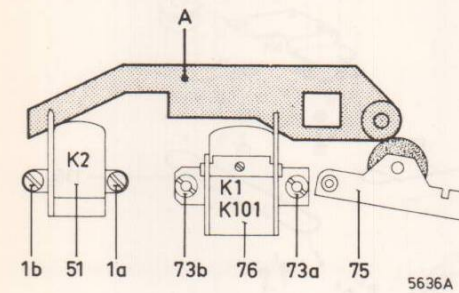

Fig. 3
**I. INSTELLING VAN DE OPNEEM/WEERGEEFKOP K1/K101 EN WISKOP K2****A. Hoogte-instelling van de opneem/weergeefkop K1/K101 rechterzijde (Fig. 3)**
**B. Instelling van de azimuth (Fig. 3)**
**C. Instelling van de wiskop K2 (Fig. 3)**